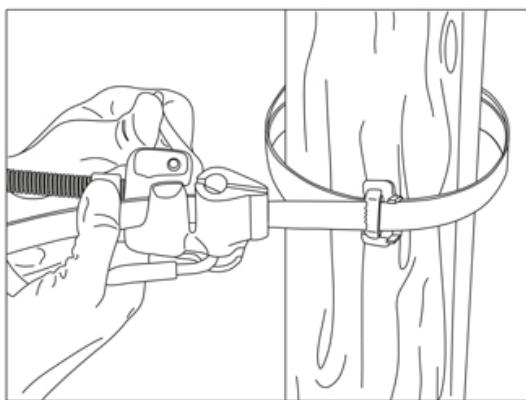

Рисунок 4
- прижать изделие, которое требуется закрепить, к опоре и пропустить ленту бандажную через технологические отверстия в изделии. Свободный конец ленты пропустить через скрепу и вложить в паз головки инструмента ИНСЛ-1 (рисунок 4);